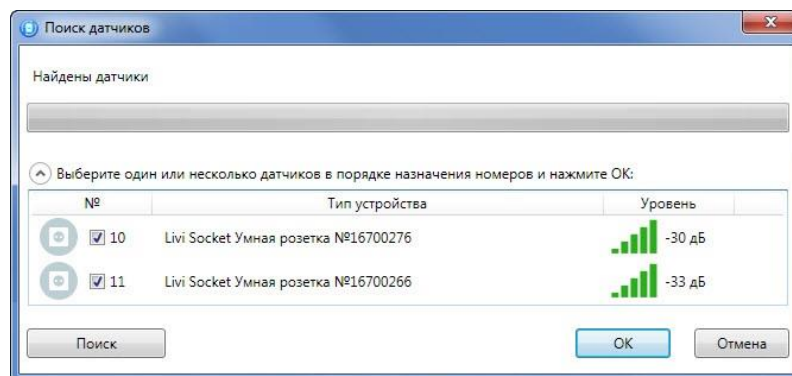

Рисунок 11.6 — Поиск радиоустройства
- В следующем окне (см. рисунок 11.6) будет отображен список устройств, доступных для связывания в радиусе действия радиоканала. Если подключаемого устройства нет в списке, то его следует повторно перевести в режим связывания (любое устройство серии Livi находится в режиме связывания ровно 60 секунд).